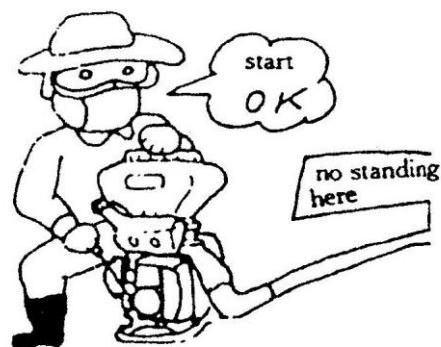

Fig. 14
5. Uruchamianie silnika (rys.14).
(1) Ustaw uchwyt urządzenia w możliwie jak najniższej pozycji przed uruchomieniem silnika, w innym wypadku chemikalia zostaną "wyrzucone" ze zbiornika przy starcie silnika.
(2) Nie wolno stać naprzeciw dyszy. Nawet jeśli dopływ proszku jest zamknięty, pozostałe resztki w rurze zostaną wydmuchane. Patrz rys. 14 .